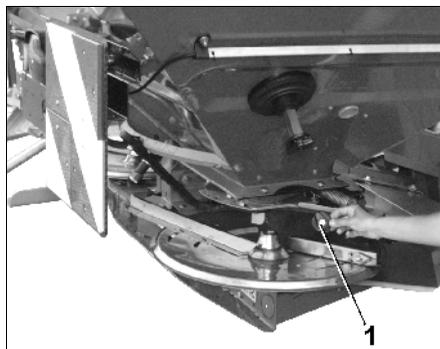

Fig. 53
- Rimuovere la galletta dei dischi (Fig. 53/1).